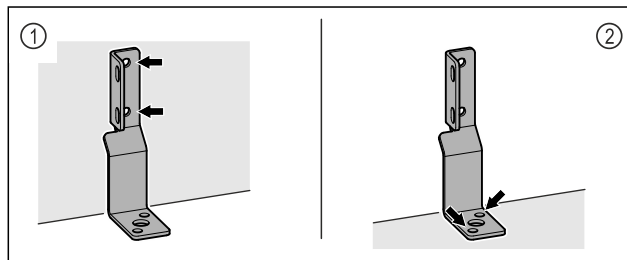

Fig. 6
- ▶ Rögzítse a szögacélt a falra Fig. 6 (1) vagy a padlóhoz Fig. 6 (2).